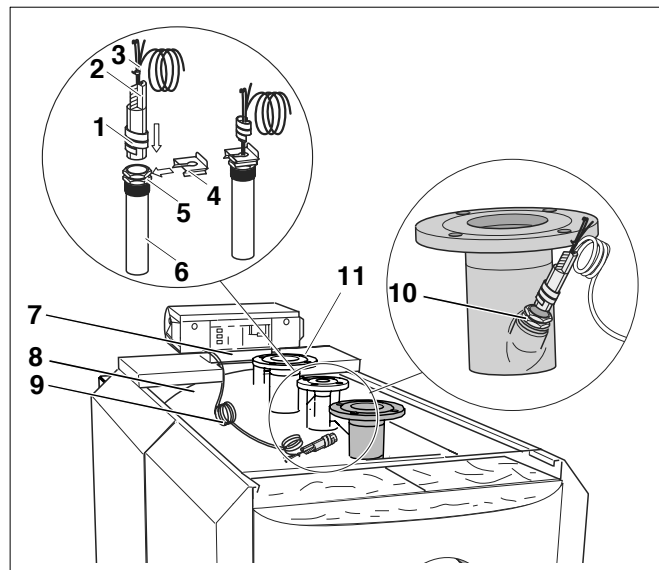

Fig. 31 Montarea pachetului senzorului de temperatură
- Instalați tuburile capilare și cablul senzorului (fig. 31, **poz. 9**) la punctul de măsurare (fig. 31, **poz. 10**) de peurul cazanului de încălzire.
- Înfășurați împreună lungimea excedentară a tuburilor capilare și a cablului senzorului (fig. 31, **poz. 9**) și așezați-le pe izolația termică a cazanului (fig. 31, **poz. 8**).
- Treceți cablul arzătorului prin ghidajul pentru cablu din capacul din față al cazanului (fig. 31, **poz. 7**).
- Împingeți resortul de compensare (fig. 31, **poz. 2**) cu pachetul senzorului de temperatură (fig. 31, **poz. 3**) până la fixarea în teaca de imersie (fig. 31, **poz. 6**).
Când împingeți pachetul senzorului de temperatură (fig. 31, **poz. 3**) în teaca de imersie (fig. 31, **poz. 6**), spirala din plastic (fig. 31, **poz. 1**) se retrage automat.
- Împingeți siguranța senzorului (fig. 31, **poz. 4**) lateral peurul capul tecii de imersie (fig. 31, **poz. 5**).
- Introduceți întregul pachet cu senzor al aparatului de reglare 4212 în punctul de măsurare de peurul cazanului (fig. 31, **poz. 10**).
- Montați senzorul ZM 427 pe returul cazanului de încălzire (fig. 31, **poz. 11**).